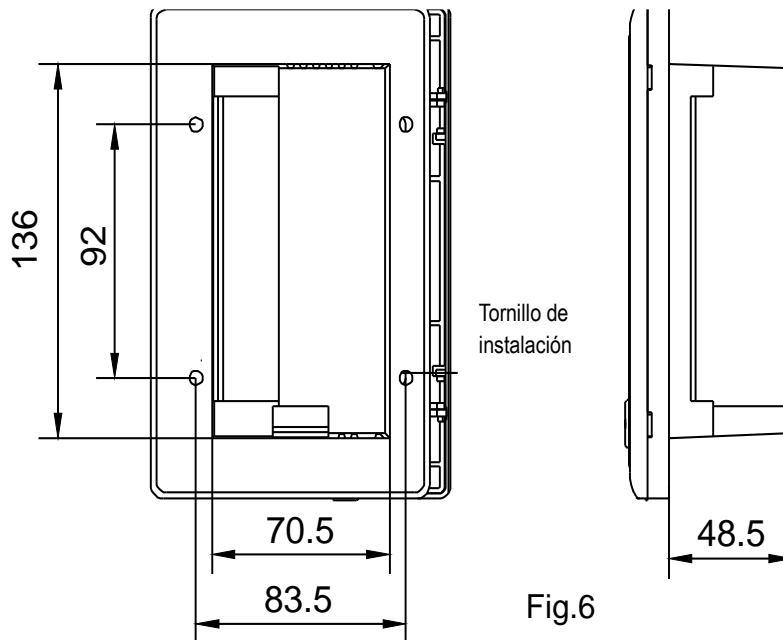

Fig.6
Nota: el procedimiento de instalación mostrado en las Fig. 6 a Fig. 8 es para KCC-64 I-PS/E y KCC-64 I-PS/E (H).